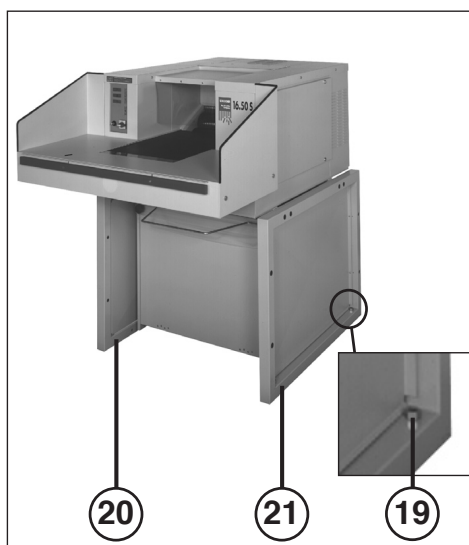

Fig. 2
- 19 = Vite di compensazione (fig. 2)
6. Compensare le irregolarità del pavimento con l'ausilio delle viti di compensazione (19) (fig. 2).